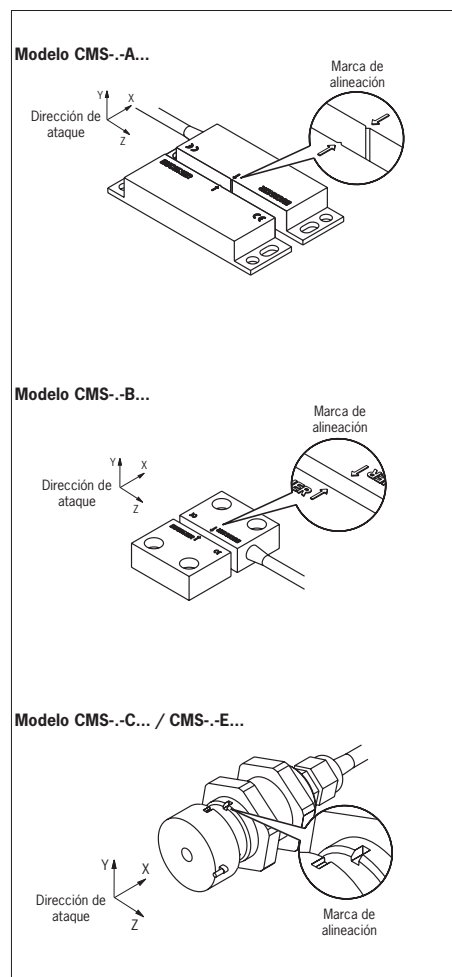

Figura 1: Alineación de la cabeza de lectura y el actuador
La cabeza de lectura y el actuador pueden montarse en cualquier posición. Asegúrese de que ambos estén alineados (véase Figura 1).
- ▶ Sus superficies activas estén completamente enfrentadas cuando el resguardo de seguridad esté cerrado (véase Figura 1).
- ▶ Si la velocidad de ataque entre la cabeza de lectura y el actuador es reducida y se está utilizando la unidad de evaluación CMS-E-BR, se recomienda evitar la dirección de ataque **Z** (véase Figura 1).